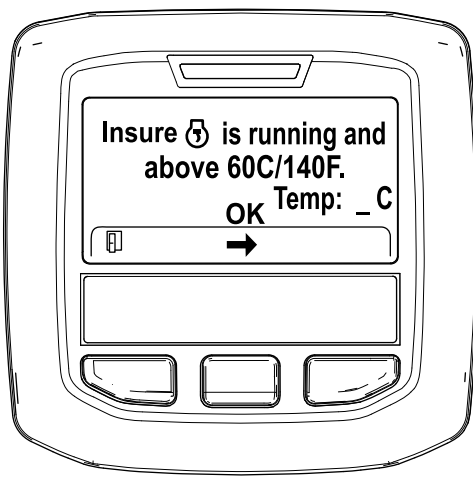

Figure 33
5. Si la température du liquide de refroidissement est inférieure à 60 °C, le message « Insure  is running and above 60C/140F » (vérifier que *** fonctionne et est supérieure à 60 °C/140 °F) s'affiche (Figure 33).